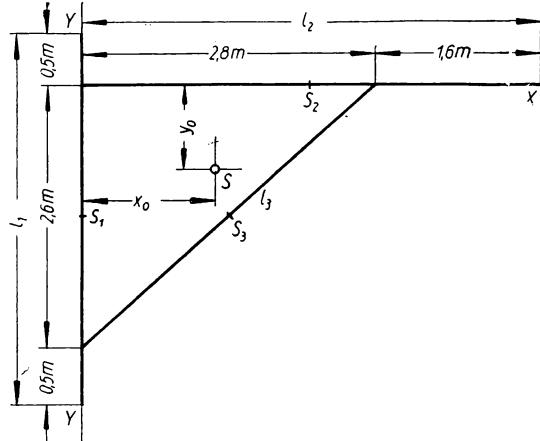

Bild 65
- 204.** Das Gerüst eines Drehkrans ist aus Walzstahl gleichen Querschnitts nach Bild 65 zusammengesetzt. Die Schwerpunktskoordinaten x_0 und y_0 sind zu berechnen.